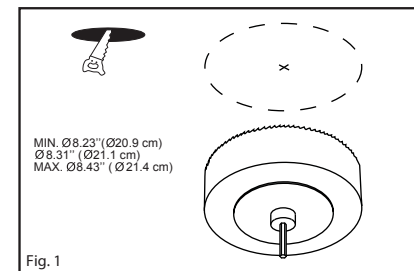

Fig. 1
1. Drill or cut hole in ceiling and prepare supply wires. Cut back the outer insulation of the supply wires 6" (15 cm) and strip wires 5/8" (1.6 cm). (Fig. 1)
1. Percez un trou ou coupez le plafond et préparez les câbles d'alimentation. Couper l'isolation extérieure des fils d'alimentation de 6 po (15 cm) et dénuder les fils de 5/8 po (1.6 cm). (Fig. 1)